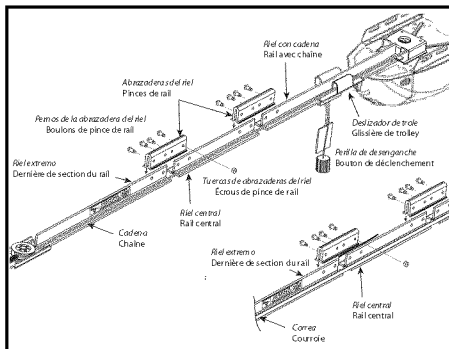

FIG. 1-3 Conjunto del riel partido.
- Alinee las tres secciones de riel estirando recta la cadena y envolviendo alrededor de la cadena la polea tensora (Fig. 1-3 & 1-4).
- Acople las dos grapas de riel a las secciones de unión del riel con (4) pernos y tuercas. Después de montar ambas grapas del riel a las secciones de riel, sujete apretando bien los pernos y tuercas.
- Aligner les trois sections de rail en tirant sur la chaîne pour la raidir et l'enrouler autour de la poulie du tendeur de chaîne (Fig. 1-3 & 1-4).
- Fixer les deux pinces de rail aux articulations de section de rail avec (4) boulons et écrous. Après avoir assemblé les deux pinces de rail aux sections de rail, bien resserrer les boulons et les écrous.
- Alinee las tres secciones de rieles jalando la correa y enrollándola alrededor de la polea tensora (Fig. 1-3 & 1-4).
- Sujete las dos abrazaderas a las uniones de las secciones del riel con (4) pernos y roscas. Una vez que ambas abrazaderas han sido ensambladas a las secciones de los rieles, apriete bien los pernos y las roscas.
- Alignez les trois sections de rail en tirant sur la courroie et en l'enroulant autour de la poulie de tendeur (Fig. 1-3 & 1-4).
- Fixez les deux pinces à rail sur les joints de section de rail à l'aide de (4) boulons et écrous. Une fois les deux pinces à rail montées sur les sections de rail, serrez bien les boulons et les écrous.